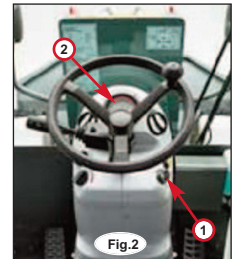
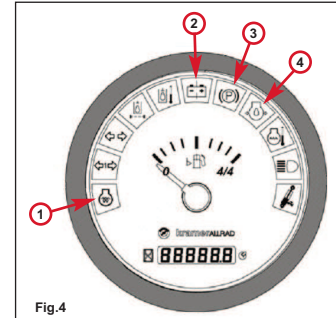

Fig.2
Fig.4
- Tourner la clé de contact (Fig.2 - rep.1) jusqu'au premier cran, contrôler sur le tableau de bord (Fig.2 - rep.2) le niveau de carburant ainsi que le bon fonctionnement des voyants.
- Tourner la clé de contact (Fig.2 - rep.1) jusqu'au deuxième cran et attendre l'extinction du voyant de préchauffage moteur (Fig.4 - rep.1).
- Tourner et maintenir la clé de contact (Fig.2 - rep.1) au troisième cran, la relâcher dès le démarrage du moteur.
- Laisser chauffer le moteur quelques minutes et s'assurer de l'extinction des voyants (Fig.4 - reps.2 et 4) du tableau de bord.
- Nota :** Cet interrupteur possède une sécurité de position. Le voyant de parking (Fig.4 - rep.3) doit s'éteindre.
- Retirer la clé de contact (Fig.2 - rep.1) et s'assurer que le voyant de l'antidémarrage clignote.